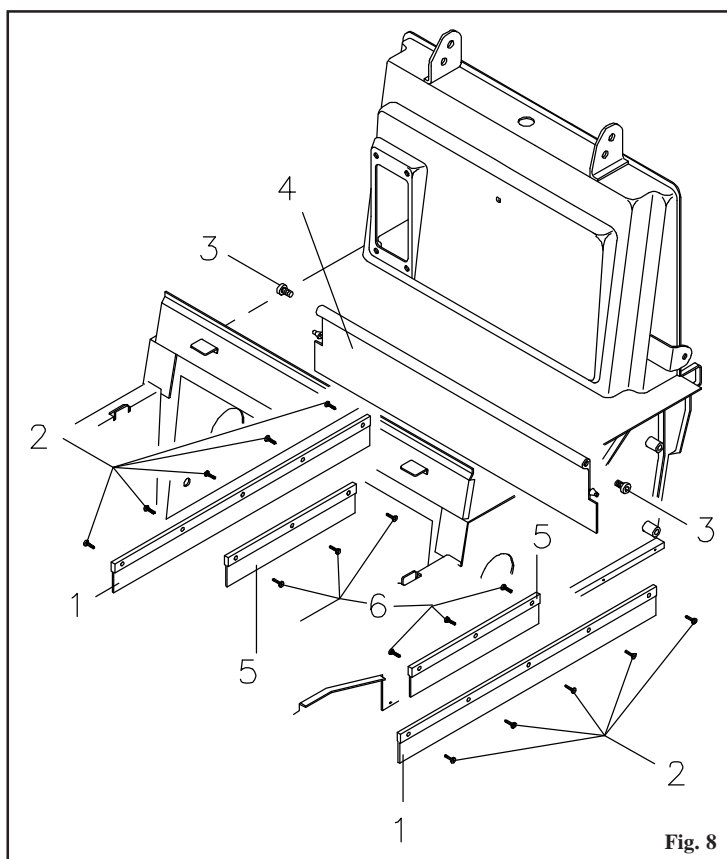

Fig. 8
For å bytte ut flap-kantene på siden, **pos. 1 fig. 8**, fjerner man bakhjulene og de tilhørende sidepanelene. Skru løs skruene som fester flap-kantene til maskinrammen, **pos. 2 fig. 8** og bytt dem ut med nye kanter.
For å bytte ut de indre flap-kantene på siden, **pos. 5 fig. 8**, løft opp den fremre delen av maskinen, og skru løs skruene, **pos. 6 fig. 8**, som fester flap-kantene til rammen på maskinen. Bytt dem ut med nye kanter.
- Skru løs de to festeboltene for flap-kanten, **pos. 3 fig. 8** plassert på sidene av rammen.
- Ta tak i. og trekk i flap-kantene, **pos. 4 fig. 8** mot utsiden av maskinen.